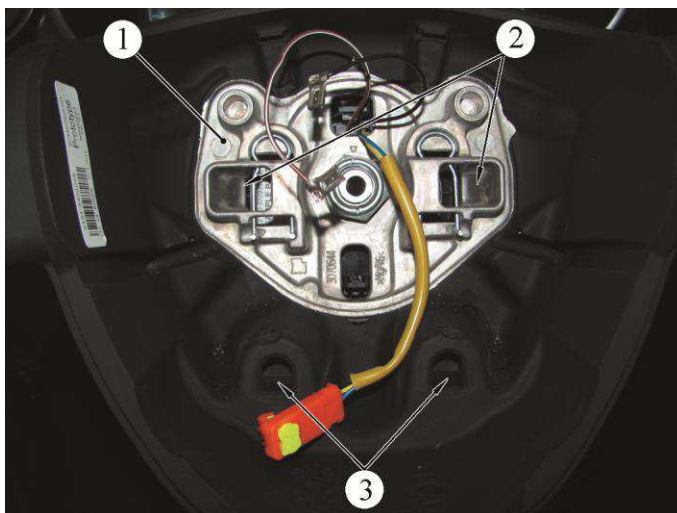

Рисунок 5 – Рулевое колесо:
5.5 Рулевое колесо, рисунок 5, конструктивно содержит кронштейн 1 для крепления модуля надувной подушки безопасности водителя.